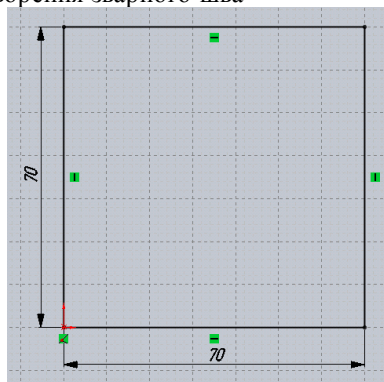

Рисунок 10.30 - Ескіз для напускного зварного з'єднання
1. Відкрийте нову деталь у режимі малювання ескізів і побудуйте ескіз, показаний на рис. 10.30.